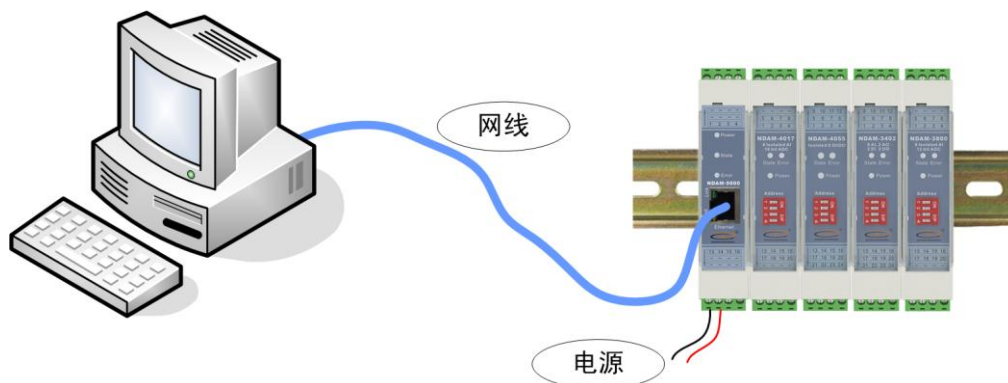

图 6.1 NDAM-9000 测试接线示意图
- 1) 将 PC 机、NDAM-9000 和 NDAM-4400 模块按照如图 6.1 所示进行连接；